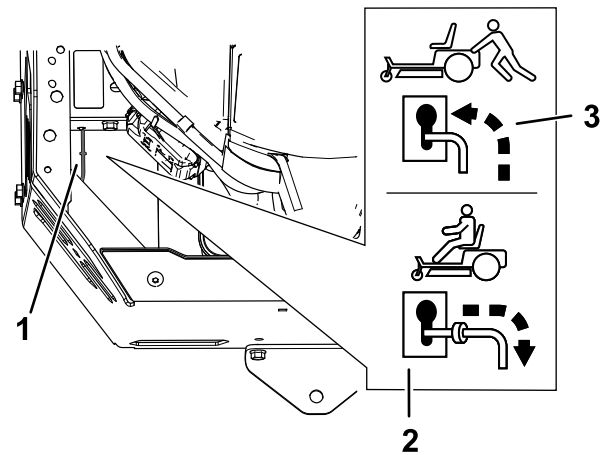

Figura 38
4. Mova as alavancas de derivação para a frente através do orifício ranhurado e para baixo para as bloquear no lugar (Figura 38).